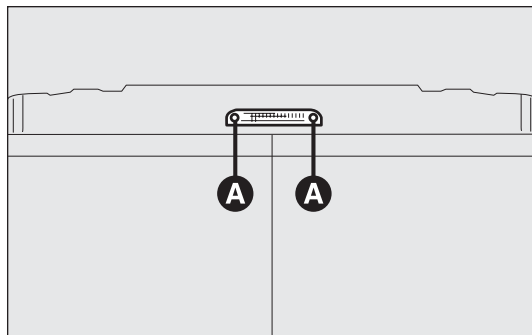

рис. 196
- отвинтите два крепежных винта А – рис. 196;